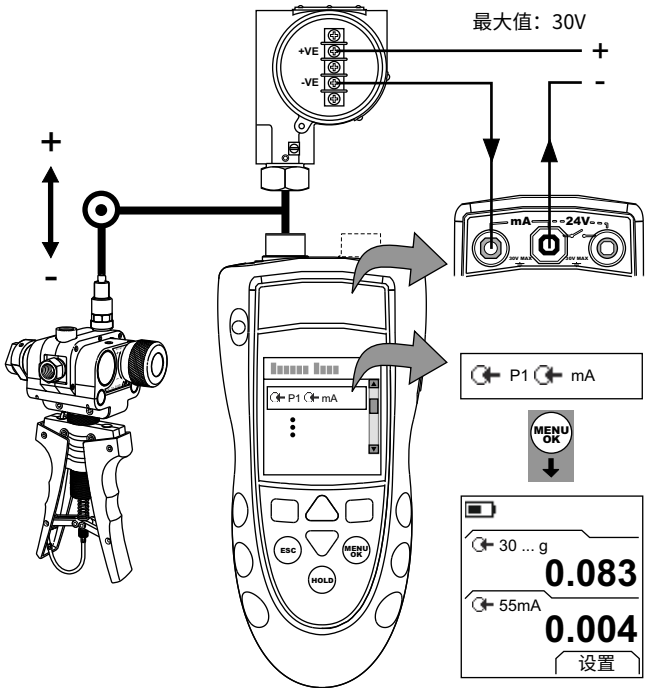
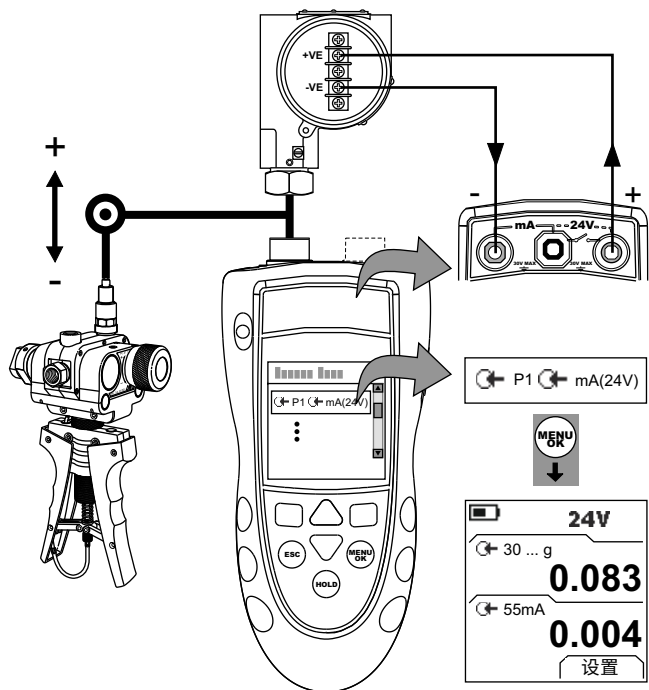

图 5：配置示例 — 带外部回路电源的变送器校准
图 6：配置示例 — 带内部回路电源的变压器校准
1. 连接仪表（图 5 或图 6），如有必要，调整设定（表 1）。